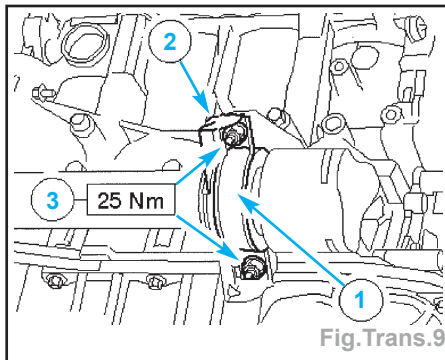

Fig. Trans.9
- Poser le chapeau de palier central d'arbre intermédiaire (Fig. Trans.9) :
- poser le chapeau de palier central (1),
- attacher l'écran thermique sur le chapeau de palier (2),
- poser les contre-écrous (3).